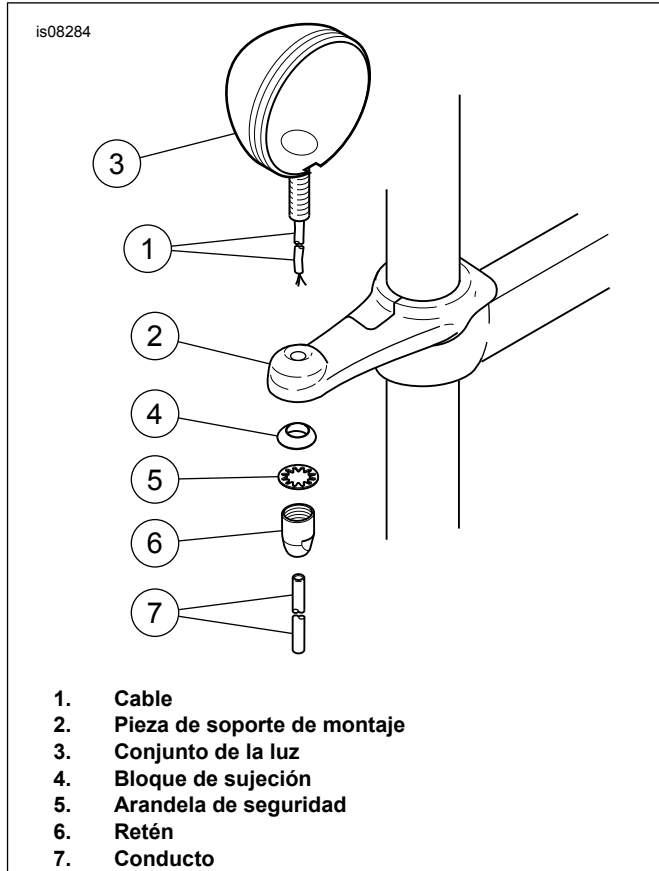

Figura 2. Instalación de las luces (se muestra el lado derecho)
5. Vea Figura 2. Pase el cable de la luz (1) a través del agujero en la pieza de soporte de montaje (2) y asegure la luz (3) a la pieza de soporte usando un bloque de sujeción (4), la arandela de seguridad (5) y el retén (6) del kit. Apriete el retén a 22-24 N·m (16-18 lb-pie).